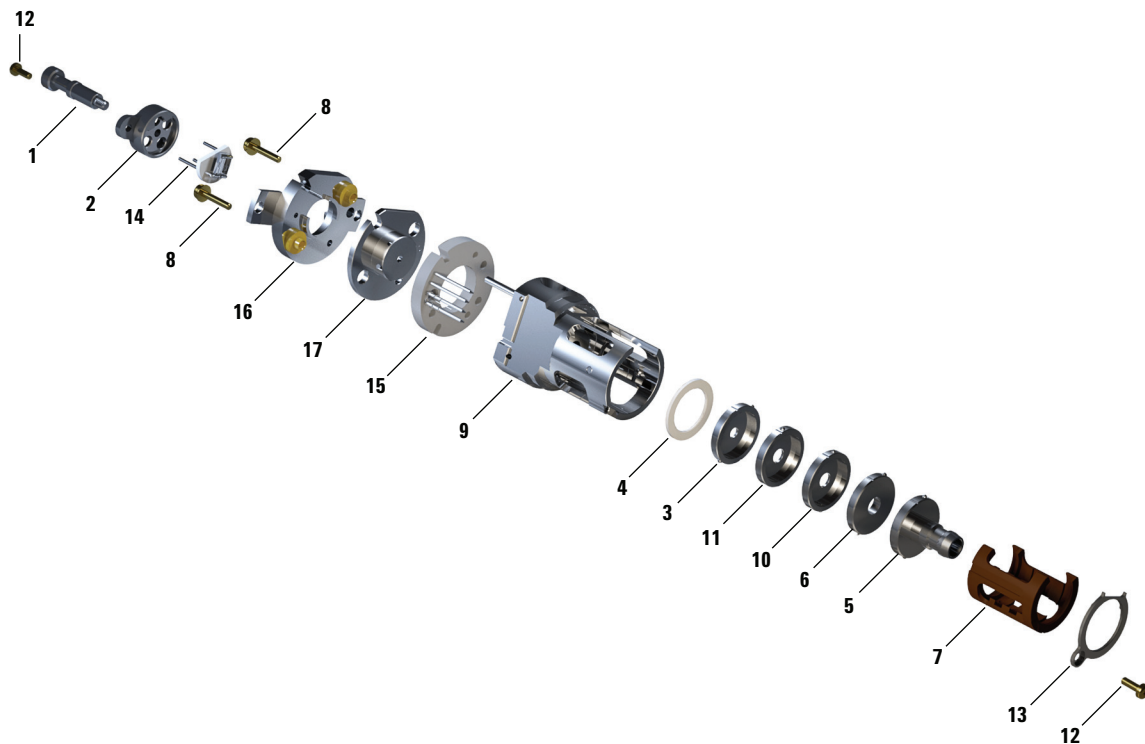

Figura 52 Montagem da fonte EI HES
Consulte a vista explodida das peças na **Figura 52** e a lista de peças da fonte de alta eficiência de EI na **Tabela 18** na página 175, enquanto estiver usando este procedimento.
- 3 Insira a pilha de lente no isolador no corpo da fonte. (Consulte **Figura 52** na página 175.) Os números gravados ficam de frente para a abertura total que se prolonga para a extremidade da estrutura da fonte. Verifique se a cerâmica está bem ajustada no fim do corpo da fonte.
Tabela 18 Lista das peças da fonte EI HES (Figura 52)
Tabela 18 Lista das peças da fonte EI HES (Figura 52) (continuação)